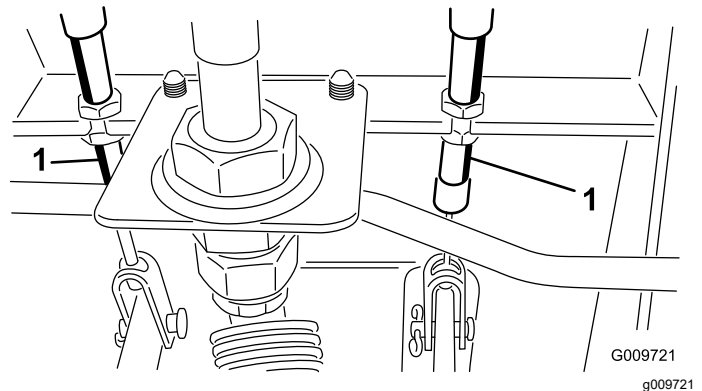

Figura 114
- A. Afloje la tuerca delantera del extremo roscado del cable de freno (Figura 114).